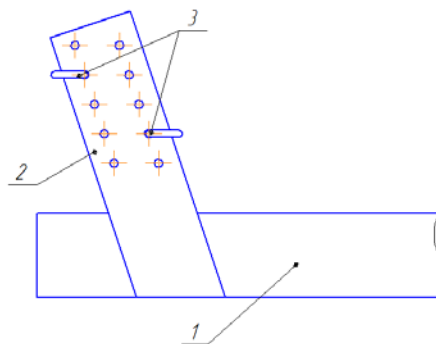
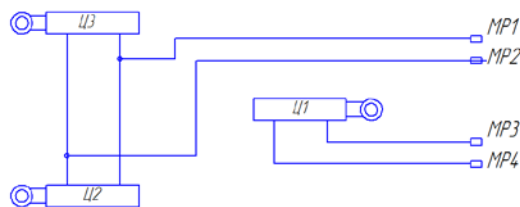

Рис.3 Регулировка высоты прикатывающего катка
рис.4 Схема гидравлическая ДА-3х4П.
5.7. Прикатывающий каток устанавливается на требуемую высоту в зависимости от глубины обработки почвы (рис.3).
- гидроцилиндрами Ц2, Ц3 (рис.4) установить на транспортные колеса; поднять переднюю часть агрегата гидросистемой навески трактора или гидроцилиндром Ц1 при ее отсутствии; вынуть верхний стопорный палец из регулировочной пластины прикатывающего катка (рис.3).